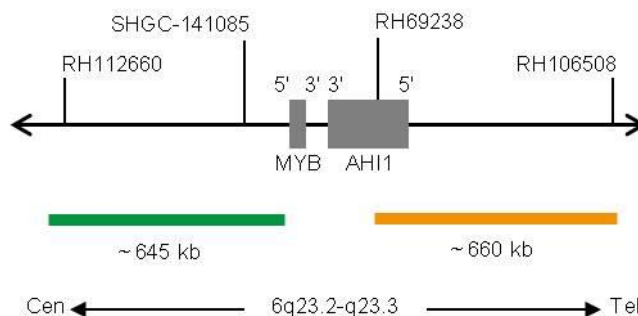

Abb. 1: SPEC MYB Sondenlokalisierung (nicht maßstabsgetreu)
- ZyGreen (Anregung 503 nm/Emission 528 nm) markierten Polynukleotiden (~10,0 ng/ μ l), die gegen Sequenzen in 6q23.2-q23.3* (chr6:134,840,690-135,483,752) gerichtet sind, welche proximal zur MYB-Bruchpunktregion lokalisiert sind (siehe Abb.1).
- ZyOrange (Anregung 547 nm/Emission 572 nm) markierten Polynukleotiden (~4,5 ng/ μ l), die gegen Sequenzen in 6q23.3* (chr6:135,728,667-136,390,142) gerichtet sind, welche distal zur MYB-Bruchpunktregion lokalisiert sind (siehe Abb. 1).